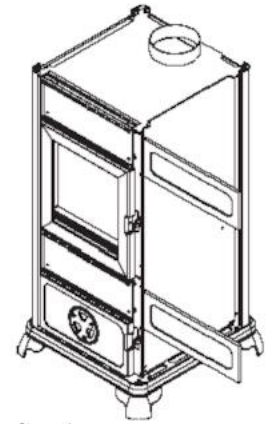

fig. 4
- Führen Sie die Fliesen in die Aufnahmen der Frontplatten ein, Abb. 4.